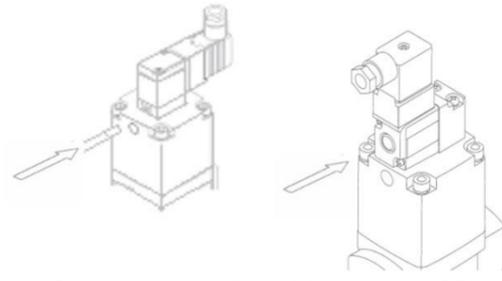

Abb. 5 Handhilfsbetätigung für VNA1-4 (links) und VNA5-7 (rechts)
**VNA1-4:** Siehe Abbildung 5. Drücken Sie den Knopf der Handhilfsbetätigung mit einem kleinen Schraubendreher, bis er sich in der EIN-Position befindet.
**VNA5-7:** Kein Werkzeug erforderlich. Siehe Abbildung 5.